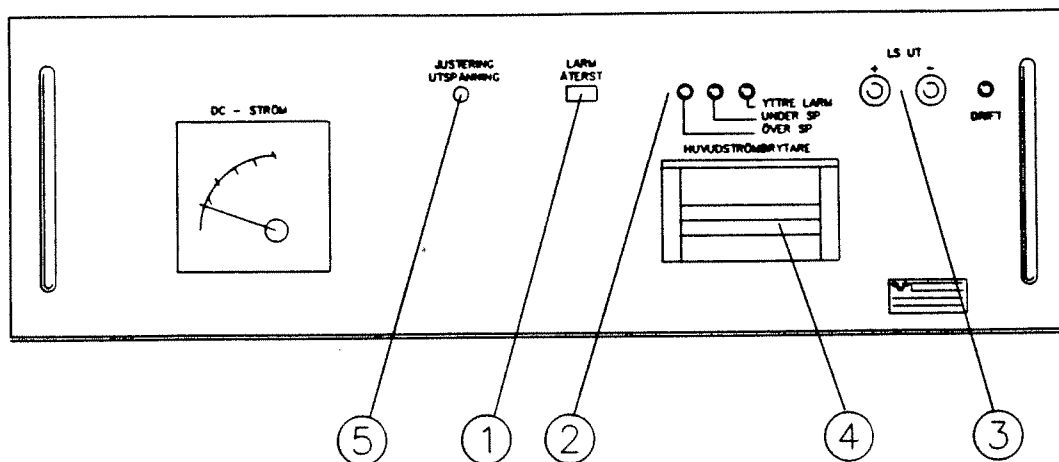

Bild 71.
- Anslut en digitalvoltmeter till uttagen LS UT (3) på kraftenhetens frontpanel, se bild 71.
- Läs av utspänningen. Mätvärdet ska vara $27,6 \pm 0,2$ V. Justera vid behov utspänningen med potentiometern JUSTERA UTSPÄNNING (5) på kraftenhetens front.